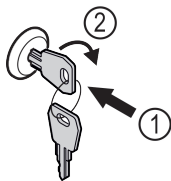

Fig. 188 Representación a modo de ejemplo
- ▶ Introducir la llave Fig. 188 (1).
- ▶ Girar la llave 90° en sentido horario Fig. 188 (2).